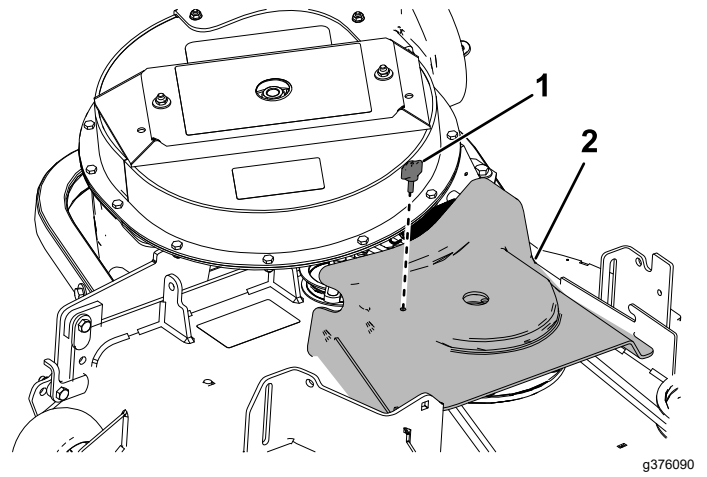

Figure 37
5. Couvrez la courroie de ventilateur avec le protège-courroie et fixez le protège-courroie avec le bouton (Figure 37).